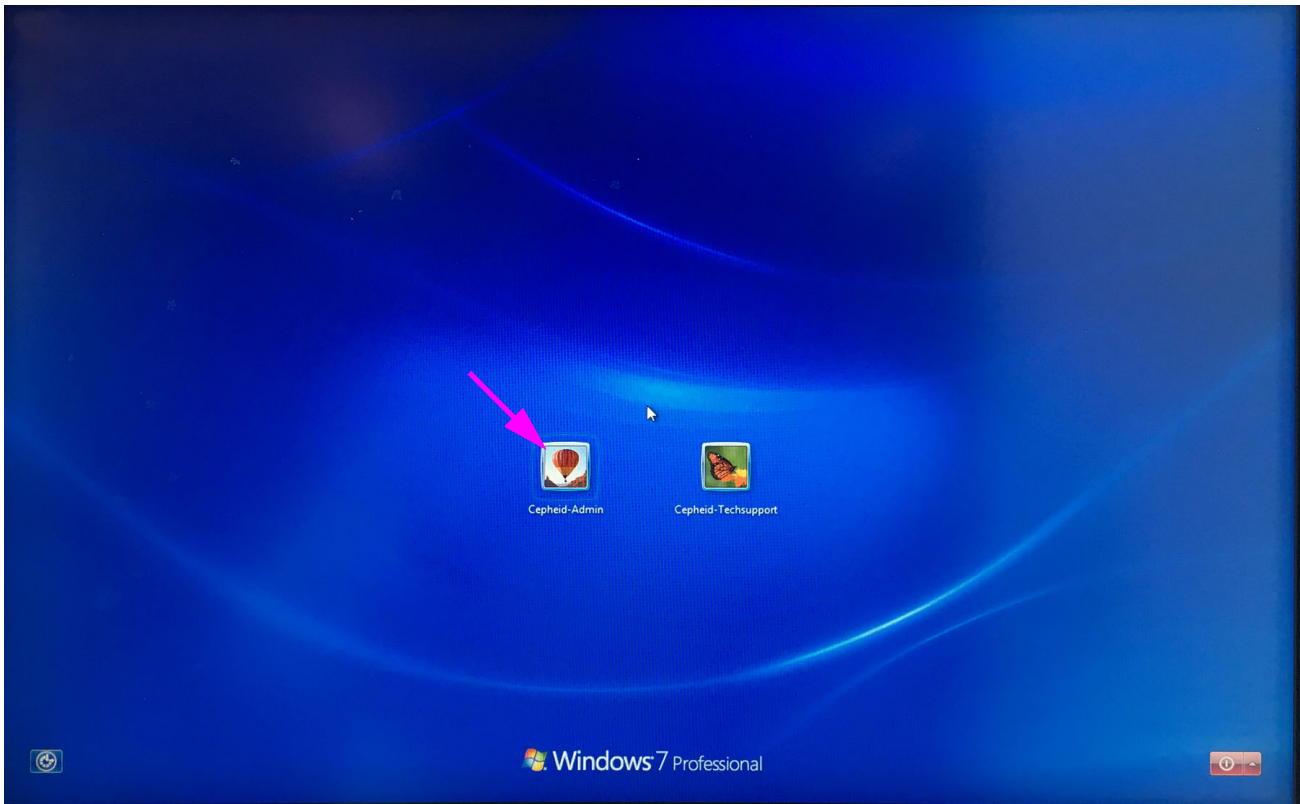
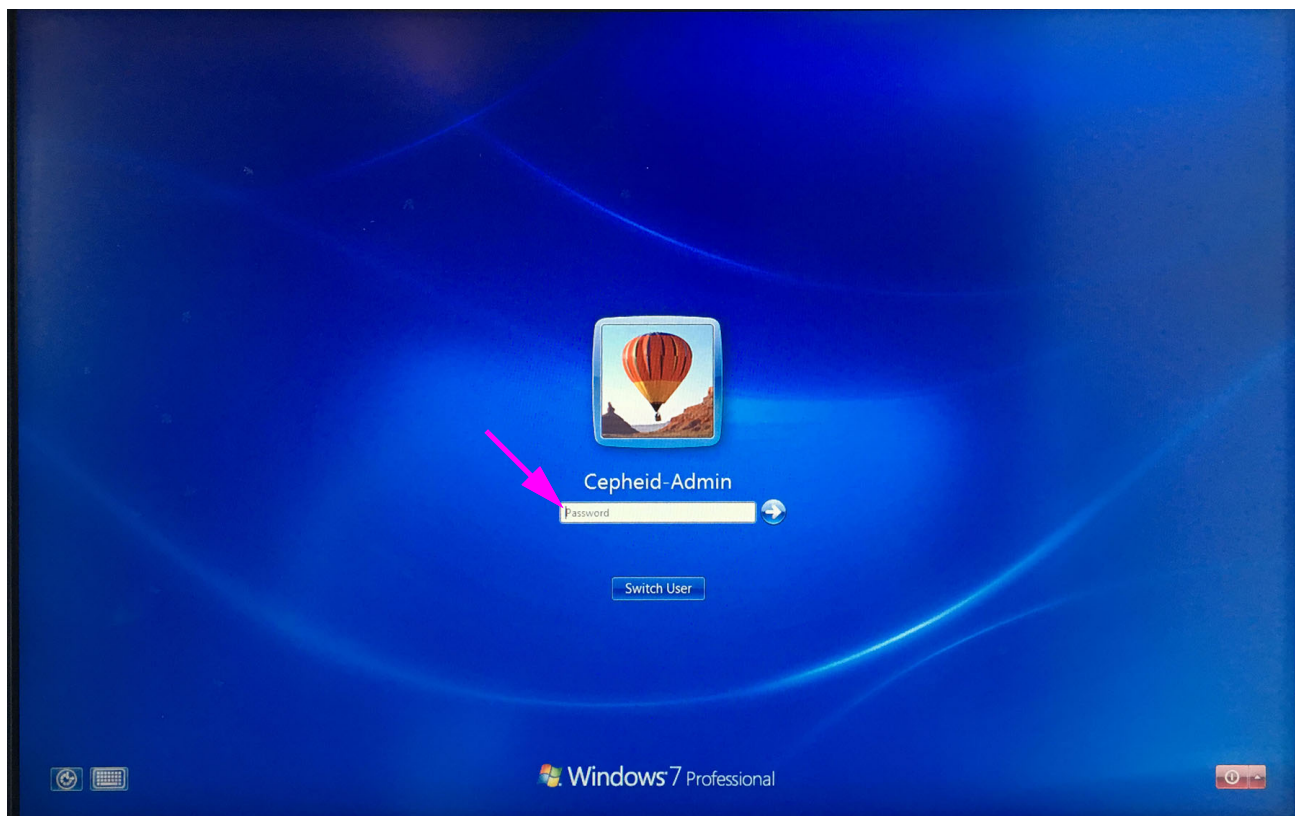

図 2-2. Windows 7 アカウント画面
図 2-3. Windows 7 のパスワード画面
1. Windows 7 では、電源を入れると Windows アカウント画面が表示されません。図 2-2 を参照。
**Cepheid-Admin** アカウントは、テストの実行、システム構成、ソフトウェアの更新など、全ての顧客の作業に使用されます。**Cepheid-Techsupport** アカウントは、図 2-2 に示すように、Cepheid Technical Support によってのみ使用されます。
2. Windows アカウント画面で **Cepheid-Admin** ユーザーアカウントを選択します (図 2-2 を参照)。Windows パスワード画面が表示されます。図 2-3 を参照。
3. Windows のパスワード画面 (図 2-3 を参照) で、パスワードを入力します。デフォルトのパスワードは **cphd** であり、初回ログイン時に変更する必要があります (ソフトウェアの指示に従ってください)。システム管理者がパスワードを変更した後、今後のログイン用に割り当てられたパスワードを入力します。Windows 7 デスクトップ画面が表示されます。